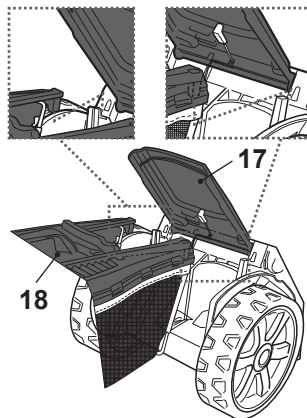

Fig. 9
- > Ouvrez le déflecteur (17), maintenez-le en position et insérez les crochets du bac de récupération (18) dans les fentes (Fig. 9). Assurez-vous qu'il est correctement positionné.